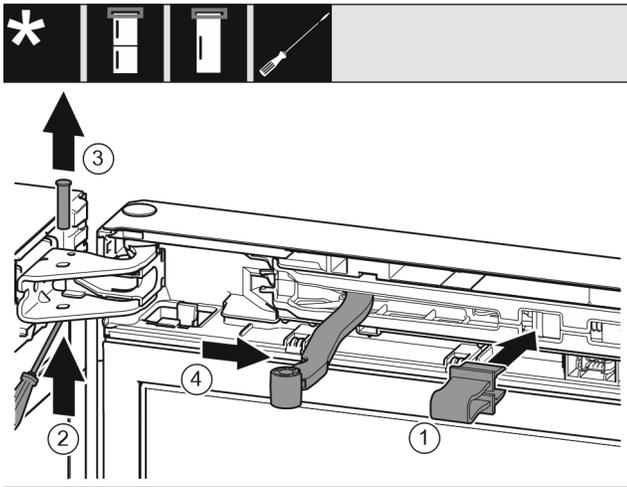

Fig. 11
- ▶ Sicherung Fig. 11 (1) in Öffnung einrasten.
- ▶ Bolzen Fig. 11 (2) herausschieben.
- ▶ Bolzen Fig. 11 (3) nach oben herausnehmen.
- ▶ Gelenk Fig. 11 (4) in Richtung Tür drehen.